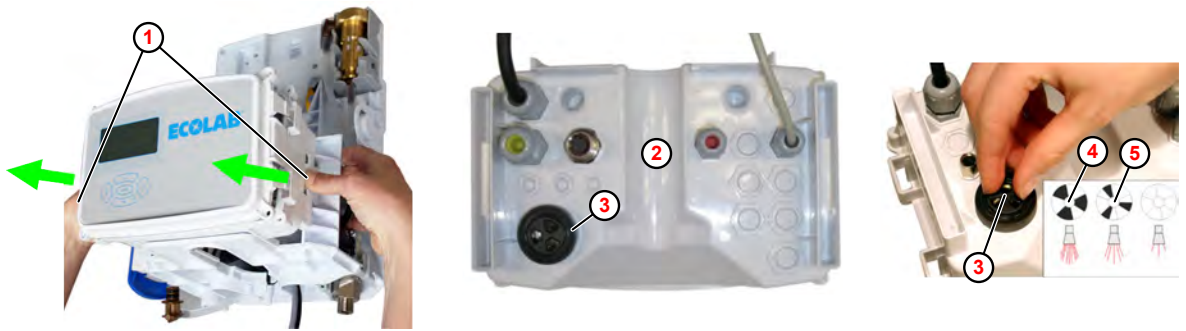

Abb. 7: Alarmlautstärke einstellen
- 1.** ▶ Beide Laschen (Abb. 7 , ①) vom Elektronikgehäuse ② drücken.